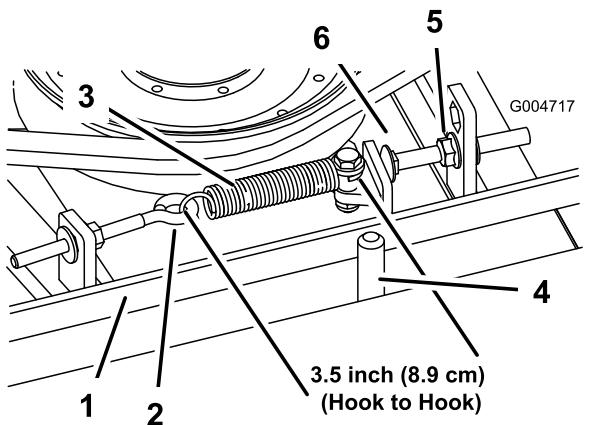

Figura 97
Quando a tensão estiver correta, a medida interior da mola de extensão (gancho a gancho) deverá ser de cerca de  $8,27\text{ cm} \pm 9,53\text{ cm}$ . Logo que se obtenha a tensão correta da mola, ajuste o pino de fecho (parafuso da carroçaria) até haver uma folga aproximada de 0,17 a 0,4732 cm entre a cabeça do parafuso e o braço intermédio (Figura 97).
**Nota:** Certifique-se de que correia está colocada no lado da mola do guia da correia (Figura 97).
2. Desaperte o parafuso com olhal permitindo a remoção da mola de extensão (Figura 97).
3. Desaperte a porca flangeada que prende o pino de fecho à patilha de montagem e afaste a polia intermédia da correia para libertar a tensão da correia (Figura 97).
9. Ligue a mola de extensão (Figura 97) ao parafuso de olhal e aplique a tensão na correia como se segue: